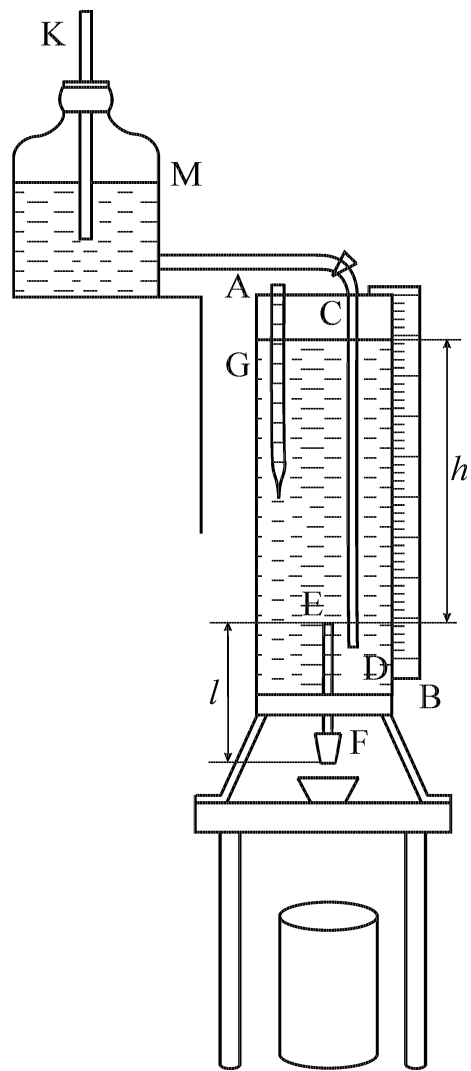

Рис. 3.
Определение коэффициента вязкости воды при комнатной температуре производится при помощи прибора, показанного на рис. 3. Капиллярную трубку одинакового сечения пропускают через пробку, которой закрывают конец широкой трубки АВ, и удерживают обе трубки в вертикальном положении особым приспособлением. Перед опытом капиллярную трубку закрывают резиновой пробкой. Трубка CD, идущая от сосуда Мариотта М, опускается в широкую трубку. Открывают капиллярную трубку EF и дают возможность воде вытекать из трубки EF; воздух через трубку К поступает в сосуд Мариотта, и уровень воды в АВ можно считать практически постоянным.
- 1) прибор, изображенный на рис. 3;